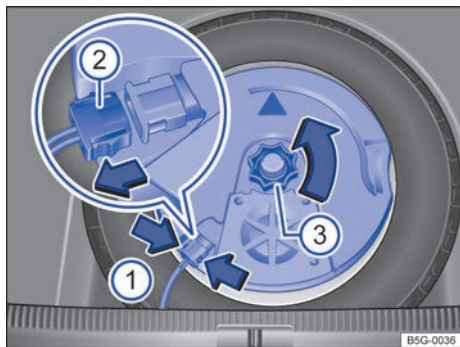

Fig. 226 En el maletero: desmontar el subwoofer (variante 1).
- Para desbloquear el conector → fig. 226 ②, comprima las pestañas de encastre → fig. 226 (flechas ①).
- Desacople el conector → fig. 226 ② y deje el cable a un lado.
- Desenrosque la ruedecilla → fig. 226 ③ en el sentido contrario al de las agujas del reloj (flecha).
- Desacople el conector ② y deje el cable a un lado.
- Desenrosque la ruedecilla ③ en el sentido contrario al de las agujas del reloj (flecha).
- Acople el conector → fig. 226 ② hasta que encaeste de forma audible. ▶
- Enrosque la ruedecilla ③ en el tornillo prisionero en el sentido de las agujas del reloj hasta que el subwoofer quede bien fijado.
- Acople el conector → fig. 226 ② hasta que encastre de forma audible.